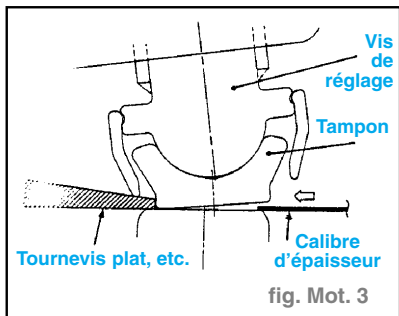

fig. Mot. 3
- Lors de l'introduction du calibre d'épaisseur, repousser le tampon depuis le côté opposé au calibre d'épaisseur à l'aide d'un tournevis plat, de façon à pratiquer un espace, puis introduire le calibre d'épaisseur. (fig. Mot. 3)